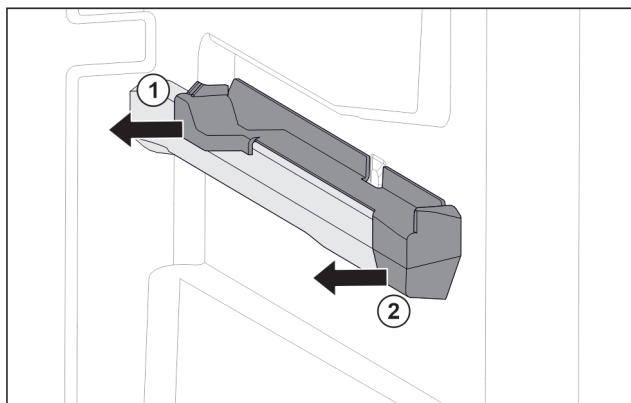

Fig. 75 Element nasadzany na prawym żebrze pojemnika
- ▶ Odciągnąć element nasadzany z tyłu w bok. Fig. 75 (1)
- ▶ Odciągnąć element nasadzany z przodu w bok. Fig. 75 (2)